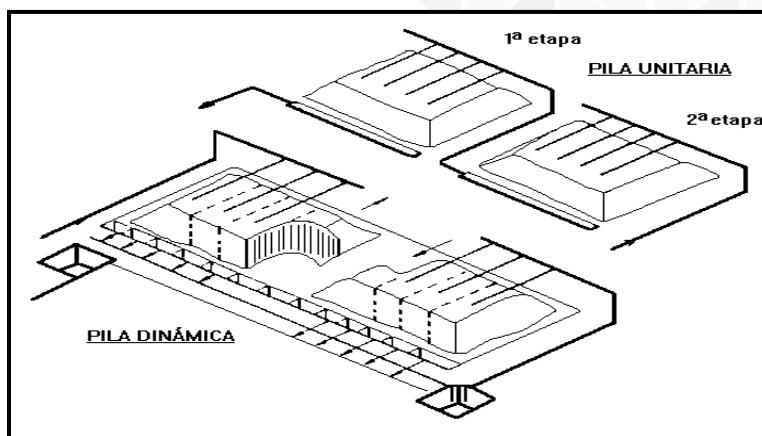

Figura 32 Pilas dinámicas y pilas unitarias
- Pilas unitarias: todo el material depositado pasa simultáneamente por las diversas etapas del ciclo de tratamiento.(figura 32)
- Pila dinámica: en una misma pila coexisten minerales que están en diversas etapas del ciclo de tratamiento. La figura siguiente es el esquema del sistema de pila dinámica.(figura 32)